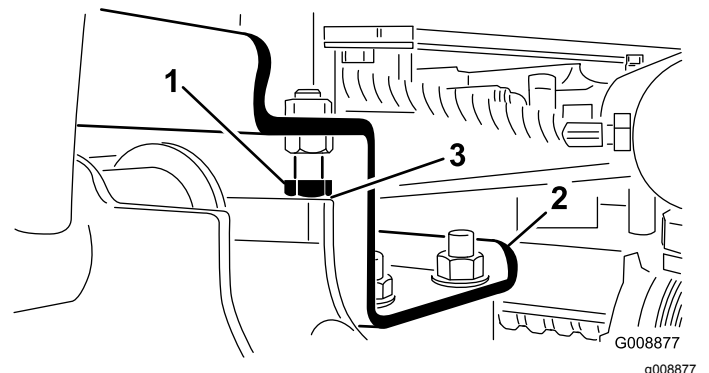

Figure 26
- Desserrez les boulons d'arrêt et ajustez le vérin afin d'obtenir l'écartement voulu (Figure 26).
2. Vérifiez que l'écartement entre chaque bras de levage et le boulon d'arrêt est de 0,13 à 1,02 mm (Figure 26).